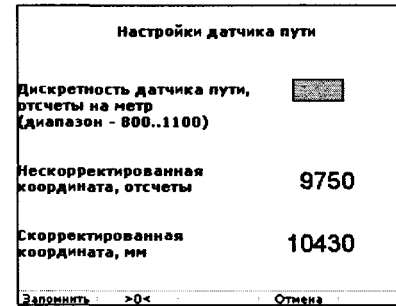
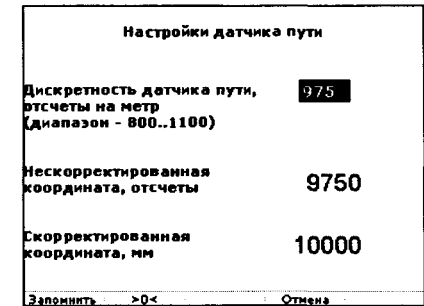
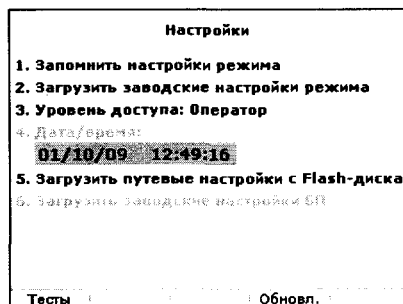
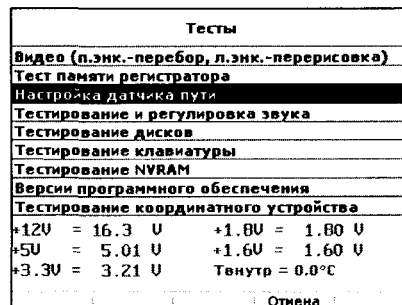

Рисунок 57
Рисунок 58
Рисунок 55
Рисунок 56
11.35.1 Выполните 11.34.1 и 11.34.2. Вращая ручку правого энкодера установите световой маркер в строку **Настройка датчика пути** и торцевым нажатием на ручку выведите на экран подменю **Настройка датчика пути** (рисунок 57).
Установить дефектоскоп с подключенным ДП в начало отмеренного рулеткой прямолинейного безстыкового участка пути длиной 10000 мм с нанесенными на рельсе, где установлен ДП, метками начала и конца мерного участка. Совместите положение центра оси колеса ДП с меткой начала мерного участка и обнулите показания нескорректированной и скорректированной координаты в выведенной на экран странице меню, нажав на клавишу **F2** (рисунок 57). Прокатите тележку по мерному участку, совместив положение центра оси колеса ДП с меткой конца мерного участка. Определите погрешность измерения длины мерного участка, сравнив показания в строке меню **Скорректированная координата, мм** с отмеренной рулеткой длиной мерного участка (рисунок 58).
11.35.2 Погрешность ДП менее 30 мм считается удовлетворительной, при этом, дважды нажав на клавишу **F4**, выйдите в меню **Настройки** (рисунок 55) и, нажав на клавишу **☰** включите рабочий режим дефектоскопа (рисунок 2).
11.35.3 При погрешности ДП более ± 30 мм надо провести юстировку показаний ДП для чего после выполнения 11.35.1 выйдите в меню **Настройки** (рисунок 55), дважды нажав на клавишу **F2**, замените уровень доступа **Оператор** на уровень доступа **Методист** и нажатием клавиши **F1** вернитесь в меню **Настройки**. Нажатием клавиши **F1** выйдите в подменю **Тесты** (рисунок 56), а из него, вращением ручки правого энкодера и торцевым нажатием на нее, выйдите в подменю **Настройка датчика пути** (рисунок 57).
11.35.4 Активизируйте, нажав на ручку энкодера на правой стороне дефектоскопа, информационное окно строки **Дискретность датчика пути, отсчеты на метр**; очистите окно от ранее занесенных в него данных, нажав на клавишу **F2**, и используя цифровые клавиши, занесите в окно поделенное на 10 значение отсчетов ДП, индицируемое в информационной строке **Нескорректированная координата, отсчеты** (рисунок 58).